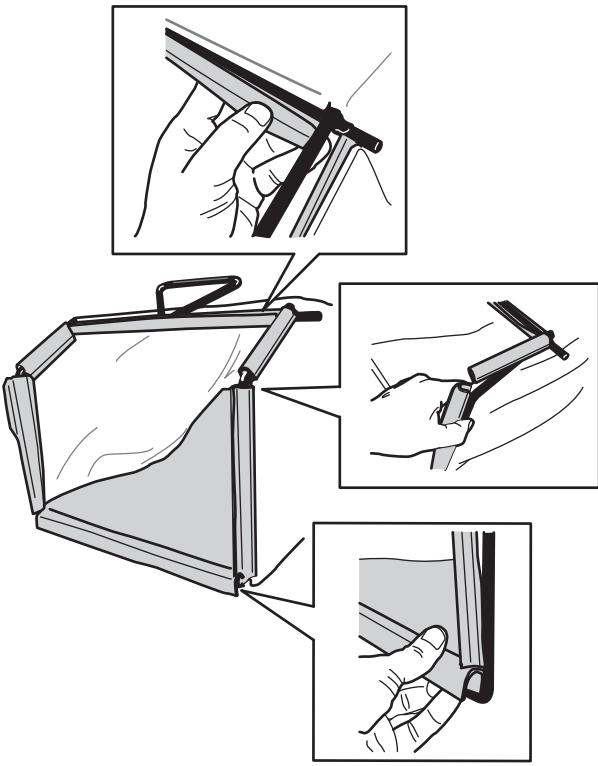

Figura 7
- Enganche los canales superiores y laterales de la bolsa en la parte superior y en los laterales del bastidor, respectivamente (Figura 7).
- Enganche el canal inferior de la bolsa en la parte inferior del bastidor (Figura 7).